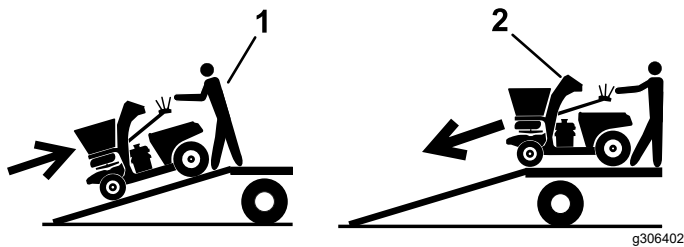

Figure 64
5. Montez la rampe en marche arrière (Figure 64).